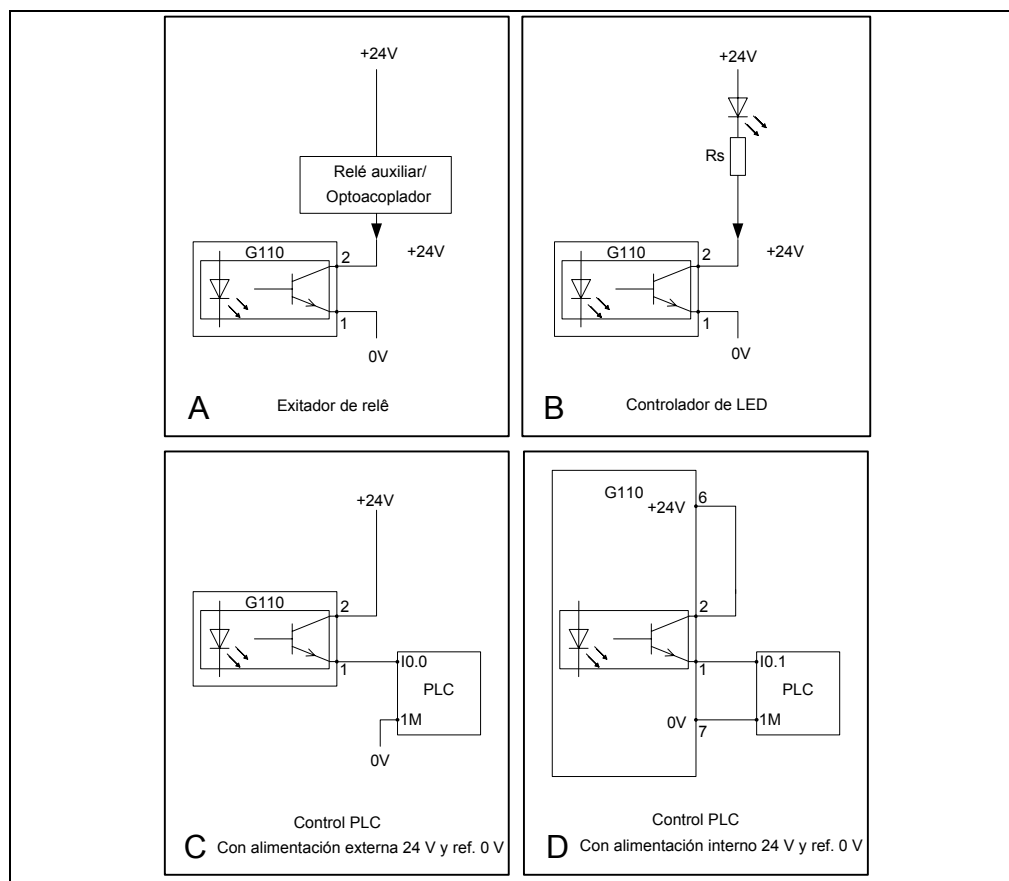

Figura 3-8 Configuraciones típicas para la salida digital
La salida digital se puede usar para controlar un indicador de aviso (LED ver Figura 3-8 (B)) o para excitar un relé auxiliar (ver Figura 3-8 (A)), teniendo siempre en cuenta los valores nominales del optoacoplador.
Debido a que las entradas digitales de un PLC poseen una alta impedancia, la salida digital del convertidor también se puede conectar a un PLC utilizando la alimentación interna de 24V del convertidor (borne 6 ver Figura 3-8 (D)).
Naturalmente también se puede utilizar una alimentación externa de 24V (ver Figura 3-8 (C)).